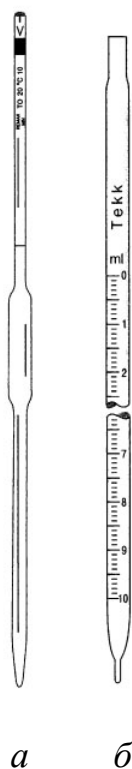

Рисунок 13 – Піпетки:
**Піпетки** – скляні трубки з розширенням у середній частині – «піпетки з кулькою» – «піпетки Мора» (рис. 13 а). У верхній частині піпетки є одна кругова позначка, яка визначає її місткість (1, 5, 10, 20, 25, 50, 100 мл), а її нижня частина витягнута в капіляр («носик» піпетки). Піпетка такої форми призначена для точного відбору проб розчинів певного об'єму (аліквот).
У лабораторній практиці застосовують також **градуйовані піпетки** (рис. 13, б).